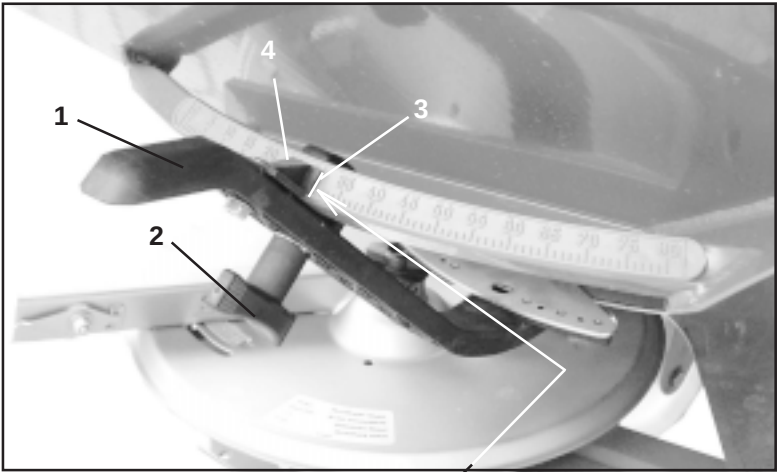

Рис. 7.5
Для регулировки нормы внесения в нужное положение устанавливаются шиберные заслонки при помощи обоих рычагов (Рис. 7.5/1). Соответствующее **необходимое положение шиберной заслонки** определите либо **по таблице распределения (Гл. 7.2.1), либо при помощи счетного диска (Гл. 7.2.3).**
- Открутите барашковую гайку (Рис. 7.5/2).
- Совместите указатель установочного рычага (Рис. 7.5/4) с делением шкалы (Рис. 7.5/3) в соответствии с положением шиберной заслонки, полученному по таблице распределения или счетному диску.